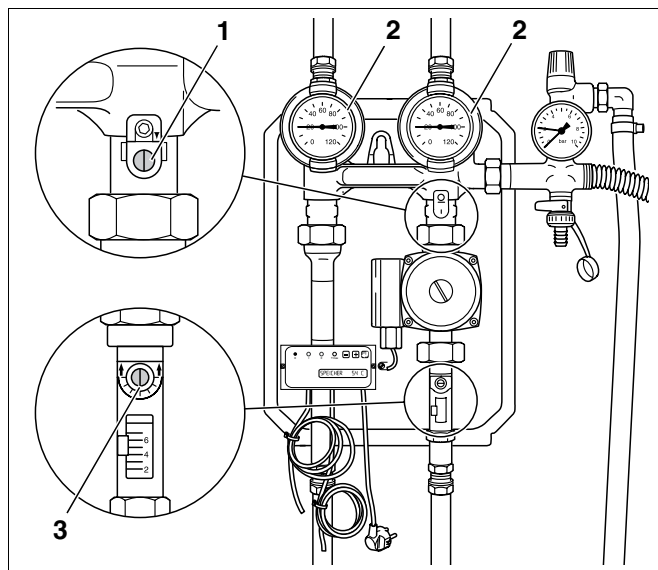

Fig. 23 Dispositivos de fecho abertos
Ao encher, preste atenção para que o(s) travão(ões) antigravidade (Fig. 23, **Item 1**), limitador de caudal (Fig. 23, **Item 3**), torneiras de esfera com termómetro integrado (Fig. 23, **Item 2**) e outros dispositivos de fecho estejam abertos.
Para o efeito, abra imprescindivelmente o(s) travão(ões) antigravidade (Fig. 23, **Item 1**), limitador de caudal (Fig. 23, **Item 3**), as torneiras de esfera com termómetro integrado (Fig. 23, **Item 2**) e outros dispositivos de fecho.
- Ao encher, preste atenção a que o(s) travão(ões) antigravidade, limitador de caudal, as torneiras de esfera com termómetro integrado e outros dispositivos de fecho estejam abertos (Fig. 23, Página 25).